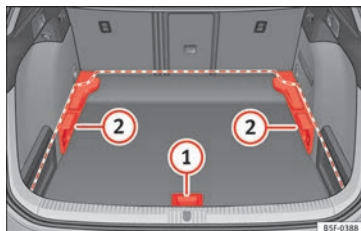

Fig. 158 Plancher de coffre à bagages modulable : positions.
» **fig. 158 (1)**, tirez-le vers l'arrière jusqu'à ce
» **fig. 158 (1)**, tirez-le vers l'arrière jusqu'à ce que la partie avant du plancher dépasse complètement les supports **(2)**.
- Relevez le plancher modulable avec la poignée » **fig. 158 (1)** et tirez-le vers l'arrière jusqu'à ce que la partie avant du plancher dépasse complètement les rainures inclinées
• Relevez le plancher modulable avec la poignée » fig. 158 ❶ et tirez-le légèrement vers l'arrière.
• Poussez le plancher modulable en direction des sièges arrière rabattus à l'aide de la poignée ❶ en appuyant légèrement dessus de manière à ce que la partie mobile du plancher soit au même niveau que le dossier des sièges arrière.